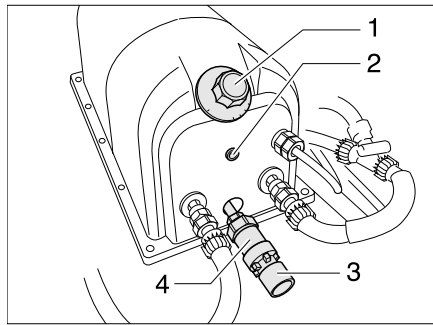

Bild 129 Boiler Reich
Der Boiler wird mit 230 V betrieben. Der Boiler erhitzt ca. 5 l Wasser. Die Wassertemperatur lässt sich am Temperaturregler (Bild 129,1) des Boilers einstellen. Das Wasser kann maximal auf 80 °C erhitzt werden.
- Am Temperaturregler (Bild 129,1) die gewünschte Temperatur einstellen. Die Kontroll-Leuchte (Bild 129,2) leuchtet während der Aufheizphase.
- Den Temperaturregler (Bild 129,1) entgegen dem Uhrzeigersinn bis zur Markierung "I" drehen.
- Am Temperaturregler (Bild 129,1) die gewünschte Temperatur einstellen.
- Den Wasserablauf am Überdruckventil (Bild 129,4) öffnen. Dazu den roten Drehknopf (Bild 129,3) entgegen dem Uhrzeigersinn drehen.